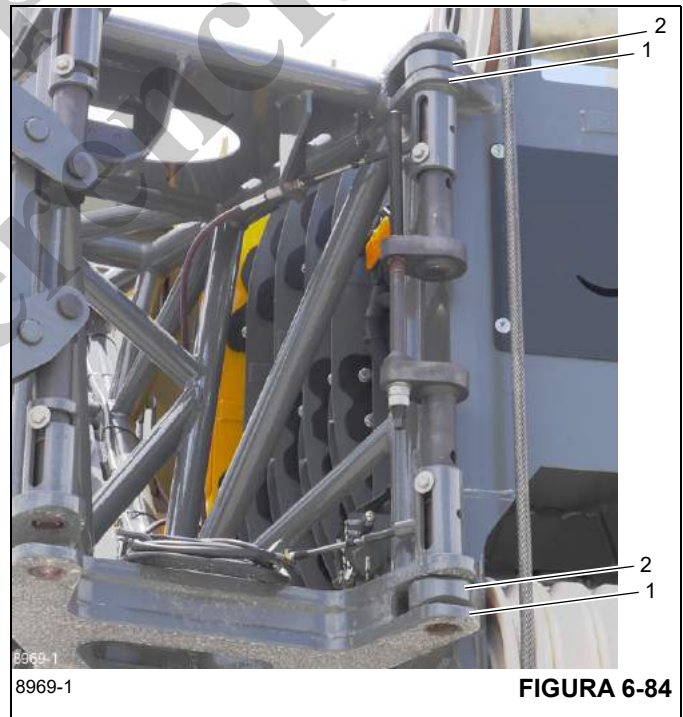

FIGURA 6-84
11. Usando el cable guía gire la extensión hacia afuera para enganchar los adaptadores de anclaje de la extensión base (1), (Figura 6-84), en los adaptadores de fijación de la pluma principal (2), (Figura 6-84).